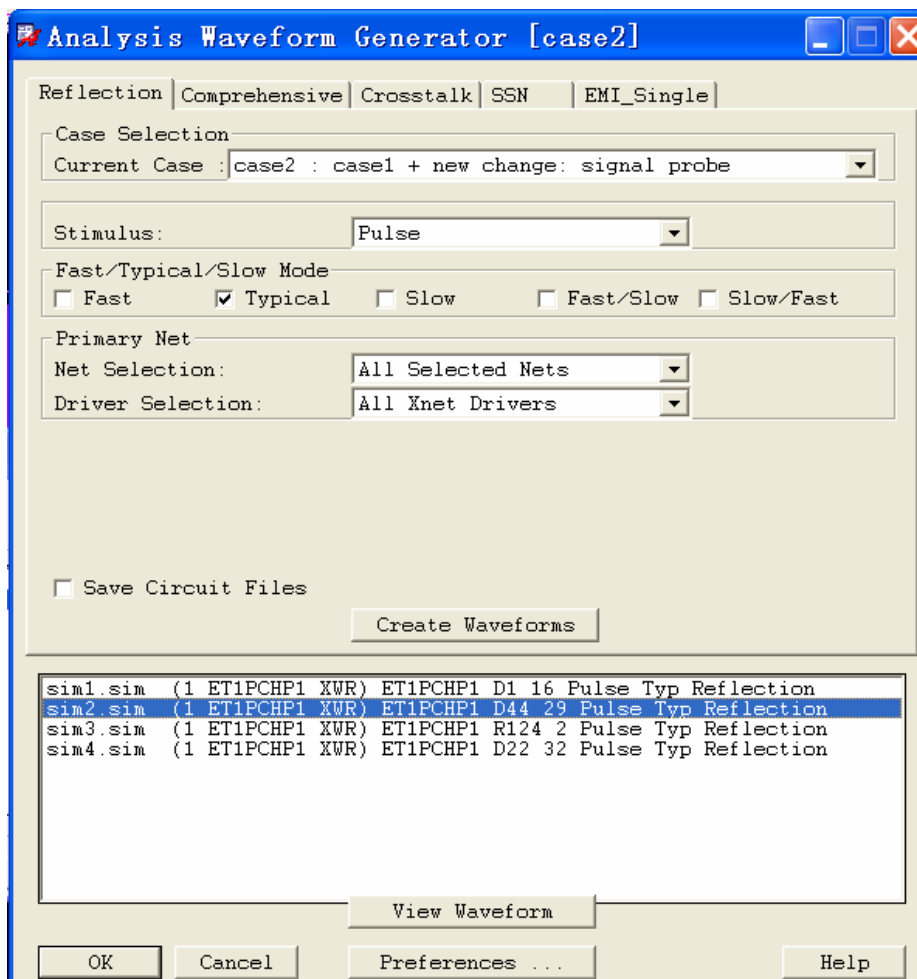

图 7-23 仿真波形产生界面
6、点击 **Create Waveform**，产生仿真波形列表，从波形列表中选择想观察的波形，图 7-23：